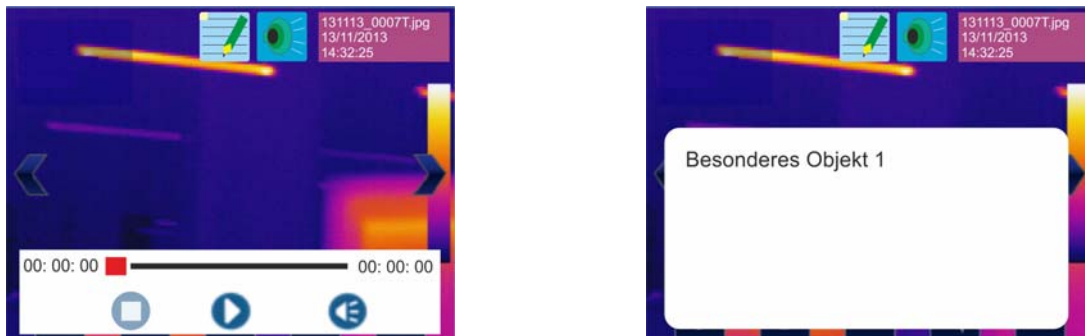

Abb. 66: Sprach- und Textaufzeichnung hören/anzeigen
5. Berühren Sie das Symbol . Die folgende Bildschirmseite erscheint im Display (siehe Abb. 66 – linke Seite).
10. Berühren Sie das Symbol “📄” zur Anzeige der Textaufzeichnung. Die Bildschirmseite von Abb. 66 – rechte Seite erscheint im Display.